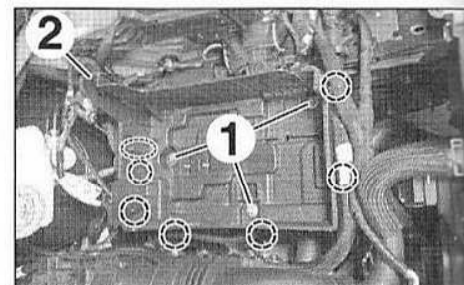

FIG.64
- Dégrafer et écarter les faisceaux attenants au bac à batterie (Fig.64).
- les vis (1),
- le bac à batterie (2).